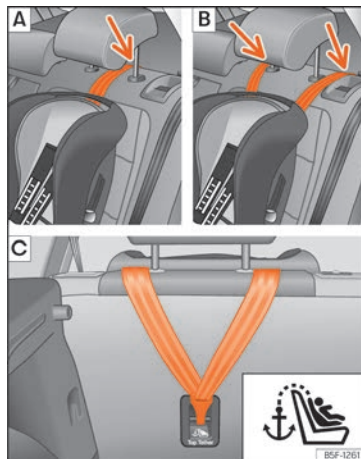
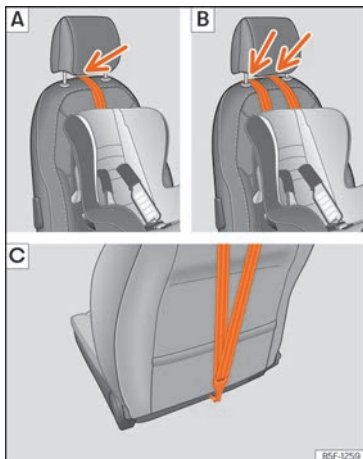

Abb. 34 Rücksitze: Einstellung und Einbau je nach Top Tether-Gurt.
Abb. 35 Beifahrersitz: Einstellung und Einbau je nach Top Tether-Gurt.
- Führen Sie den Gurt unter der Kopfstütze durch (in Abhängigkeit der Gebrauchsanweisungen des Kindersitzes ggf. Kopfstütze anheben oder entfernen) »» Abb. 34 [A]/[B], »» Abb. 35 [A]/[B].
- Den Haltegurt nach hinten führen und ordnungsgemäß in die Verankerung an der Rückseite der Sitzlehne einhaken »» Abb. 34 [C], »» Abb. 35 [C].